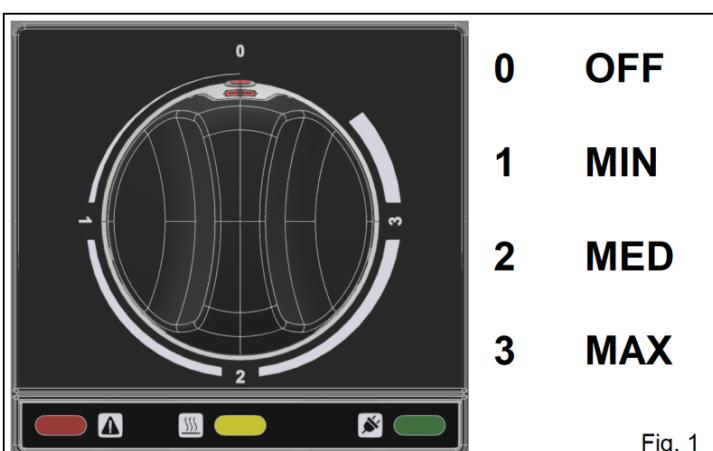

Fig. 1
- Gire el mando de la fig.1 a la posición deseada, la luz verde se enciende y comenzará el llenado del tanque;